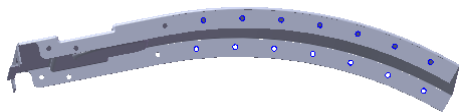

图 14.2.40 阵列（曲线）1
Step14. 创建图 14.2.40 所示的零件特征——阵列（曲线）1。
- (1) 选择下拉菜单 **插入(I)** → **阵列/镜向(E)** → **曲线驱动的阵列(R)** 命令，系统弹出“曲线驱动阵列”对话框。
- (2) 定义阵列源特征。单击 **要阵列的特征(F)** 区域中的文本框，选取切除一拉伸 4 作为阵列的源特征。
- (3) 定义阵列参数。